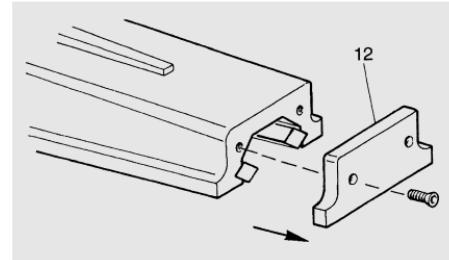

Fig.7
Das Abdeckstück (12) am Ende des Arms abnehmen (siehe Abb. 7).